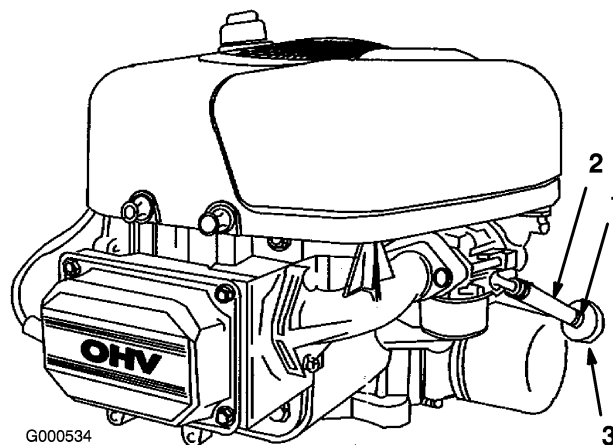

Figura 28
4. Afloje la abrazadera cerca del filtro de combustible y deslícela por el tubo, alejándola del filtro de combustible (Figura 28).
5. Retire el tubo de combustible del filtro (Figura 28).
7. Instale el tubo de combustible en el filtro de combustible. Acerque la abrazadera al filtro de combustible para fijar el tubo de combustible (Figura 28).